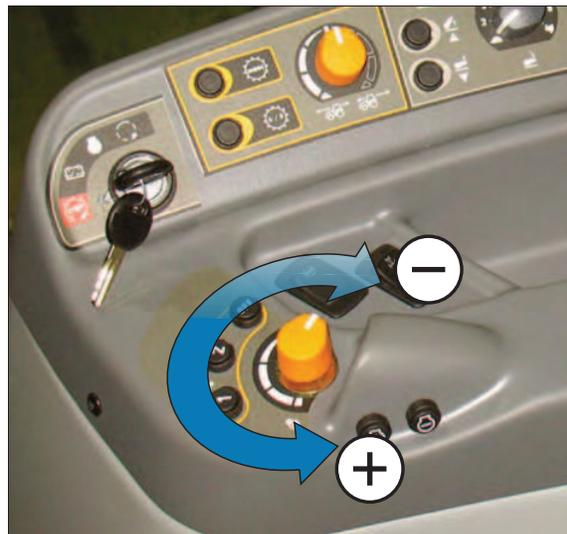

Fig. 10.
- Una vez que se ha seleccionado Cruise 1  $\text{Cruise 1}$  o Cruise 2  $\text{Cruise 2}$ , se puede ajustar el valor mediante los botones (+) y (-). *fig. 10*